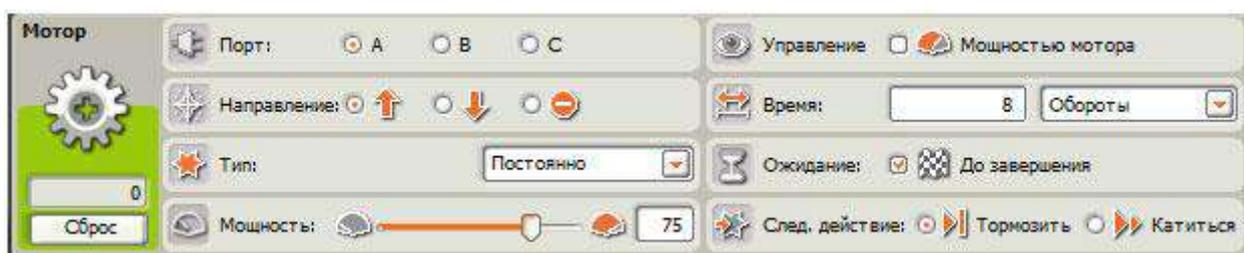

Рис.12. Второй блок программы №9.4.
- Время: 8 оборотов. (см. рис. 12)